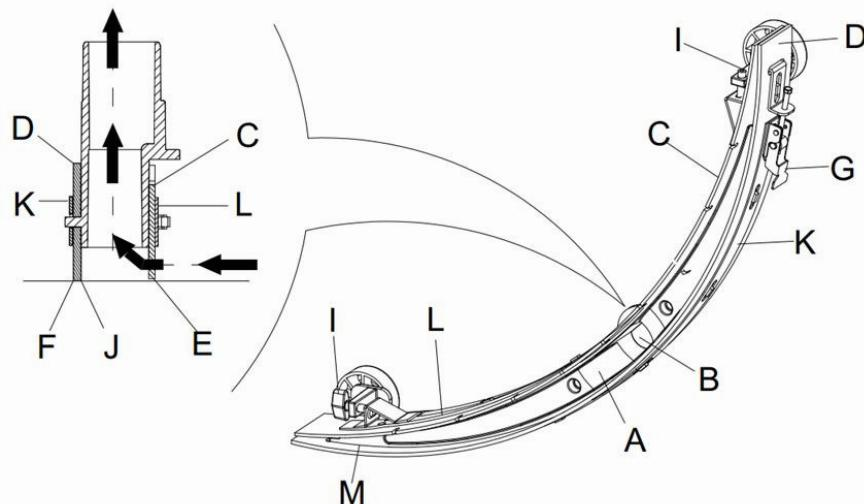

Figura 15
2. Apăsați comutatorul (41) la poziția "O" și opriți mașina.
3. Deșurubați mânerul fix (16) al mopului, decuplați conectorul ce leagă tubul de aspirare de mop și scoateți mopul.
4. Cu ajutorul mânerului mopului (14) ridicați mopul pe cadrul suport.
5. Curătați mopul (Figura 15). Curătați în mod special canelura (A, Figura 15) și murdăria și aşchiile din tubul de aspirare. Verificați dacă partea din față a tălpiei mopului (C) și partea din spate (D) sunt fisurate și dacă marginile sunt crăpate. Schimbați-le dacă este necesar (vedeți pașii din următoarea secțiune).
1. Aplicați operațiunile de curățare a mopului descrise în secțiunea anterioară (Figura 15)
2. Verificați marginea (E, Figura 15) tălpiei din față a mopului (F) și marginea tălpiei din spate (D). Pe totă lungimea, acestea trebuie să fie la același nivel. În caz contrar, ajustați-le înălțimea aplicând următoarea procedură.
- Desfaceți clema (G) pentru a separa talpa mopului (D) de cadrul (M) pentru ajustarea poziției mopului. După reglare, fixați clema din nou.
- Deșurubați șurubul de pe mânerul (I) pentru a ajusta talpa din față a mopului (C); după ajustare strângeți șurubul de pe mâner.
3. Verificați dacă talpa din față a mopului (C) și talpa din spate (D) este intactă și dacă sunt fisuri sau marginile sunt crăpate. Dacă e necesar, verificați-le în felul următor. Verificați marginea din față a tălpiei din spate a mopului (J) pentru a vedea dacă e uzată. În caz de uzură, se poate instala cu partea de jos în sus (marginea de sus trebuie să fie intactă). Dacă și marginea de sus este uzată, schimbați-o conform procedurii de mai jos:
- Desfaceți clema (G) ca să separați talpa de cadrul (M), scoateți clema de prindere (K), și apoi schimbați sau inversați talpa din spate a mopului (D) cu susul în jos. Reinstalați talpa mopului efectuând operațiunile în ordine inversă.
- Deșurubați șurubul de pe mâner (I) și scoateți clema de prindere (L), apoi schimbați mopul din față (C). Reinstalați talpa mopului din față în ordinea inversă.
4. Verificați tubul de aspirare (11) al mopului.
5. Instalați mopul și folosiți butonul rotund (16) pentru a-l fixa, apoi conectați tubul de aspirare la mop.
6. Dacă e necesar, ajustați mopul cu volanta (20) (vedeți procedurile de ajustare a echilibrului mopului).